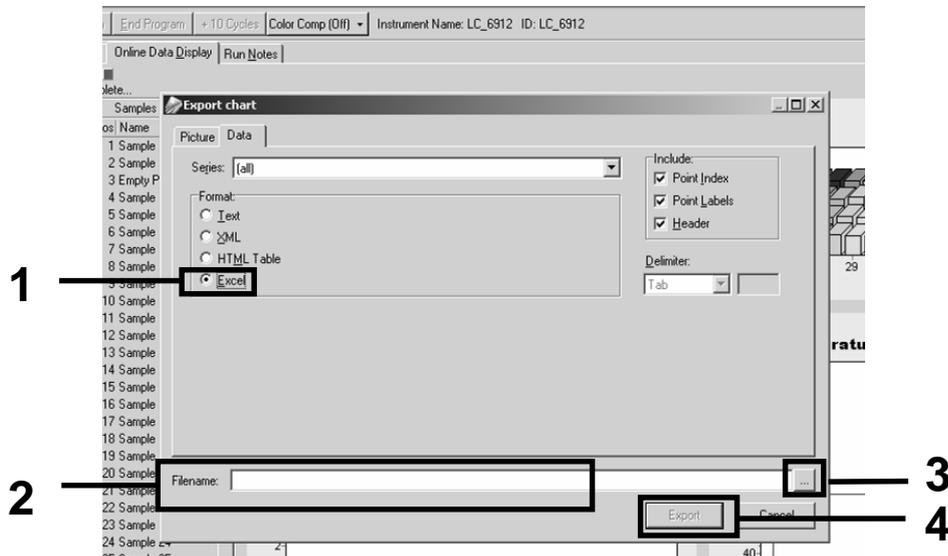

Ilustración 30. Selección del formato de exportación y el destino del archivo de datos.
13. Haga clic en la opción "Excel" de "Export chart" (Fráfico de exportación) (ilustración 30). Introduzca un nombre en el campo de diálogo "Filename" (Nombre del archivo). Seleccione un destino de exportación para el archivo de resultados con el botón . Haga clic en "Export" (Exportar).